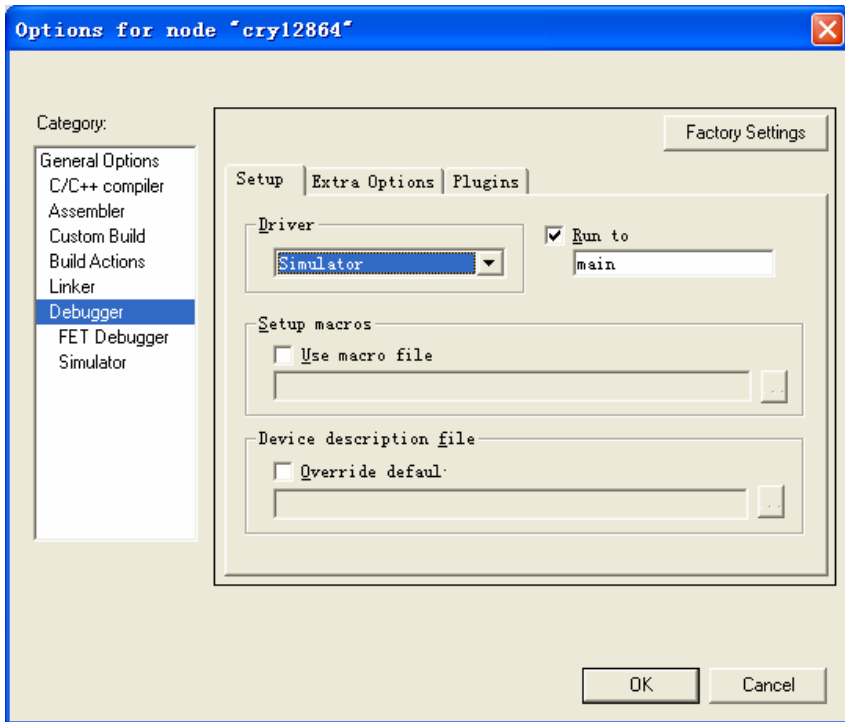

图 2.9
10、第二步，单击 **Category** 下面的 **Debugger**，看到如图 2.9 所示的画面。单击 **Driver** 下面文本框右侧的黑色下拉箭头，可以看到有两个选项：**Simulator** 和 **FET Debugger**。选择 **Simulator** 可以用软件模拟硬件时序，实现对程序运行的仿真观察；选择 **FET Debugger** 后，则需要将通过仿真器将 **PC** 上的软件与开发板上的 **MCU** 进行连接，然后就可以进行硬件仿真了。